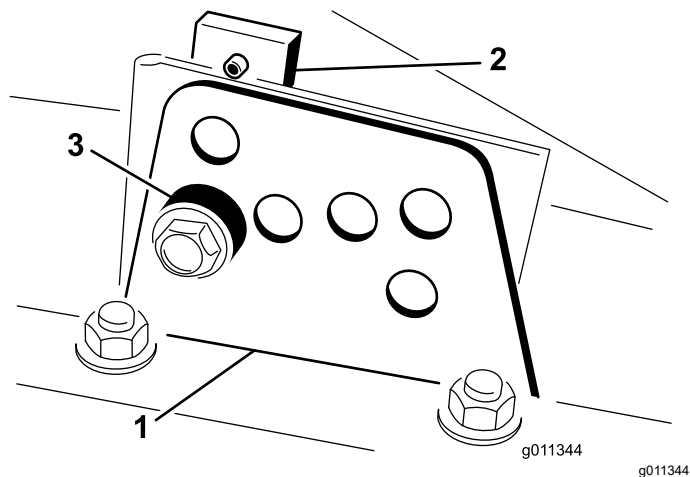

Рисунок 24
4. Удерживая камеру, снимите проставку (Рисунок 24).
2. Ослабьте болт, который крепит каждый кронштейн высоты скашивания к пластине регулировки высоты скашивания (с передней и боковых сторон), как показано на Рисунок 24.